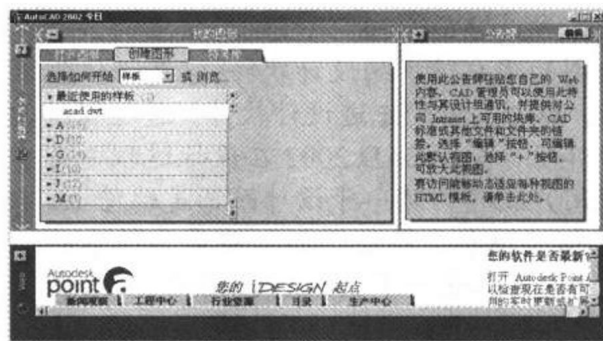
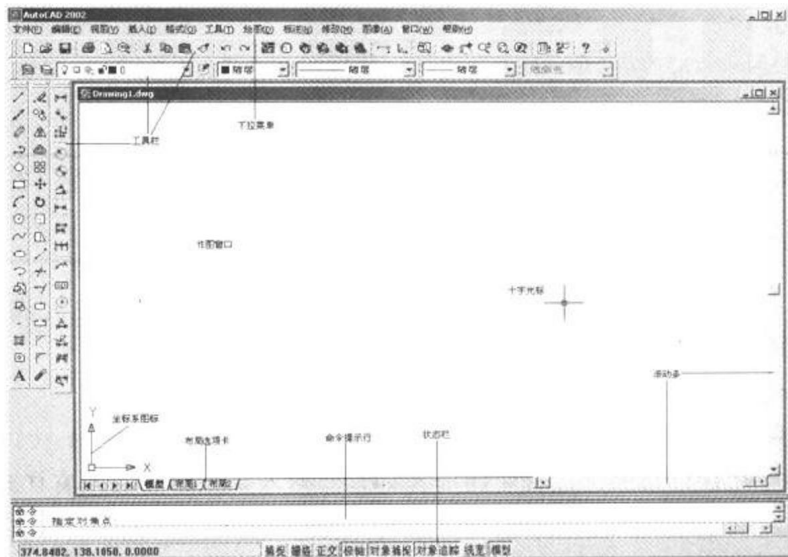

图 1.1 启动【AutoCAD 2002 今日】窗口
图 1.2 AutoCAD 2002 界面
1. 启动 AutoCAD 2002 之后，单击【文件 (F) / 新建 (N) ...】命令，或单击  图标，或者在命令行中键入【New】命令，出现如图 1.1 所示的信息窗口。最上条为【我的图形】、【公告牌】两栏菜单；信息窗口最左侧有【我的工作台】、【Web】两栏菜单。
2. 选择图 1.1 窗口中的【创建图形】选项卡，选择【acad.dwt】，此时已经完成绘图窗口的设置，窗口如图 1.2 所示。它由下拉菜单、工具栏、作图窗口、十字光标、坐标系图标、命令提示行、状态栏、滚动条和布局选项卡等组成。
2. 打开栅格功能：单击状态栏（如图 1.2 最下方的开关栏）的【栅格】按钮，或在命令行中输入“Grid”实现。命令格式如下，可根据提示完成对栅格的设置。